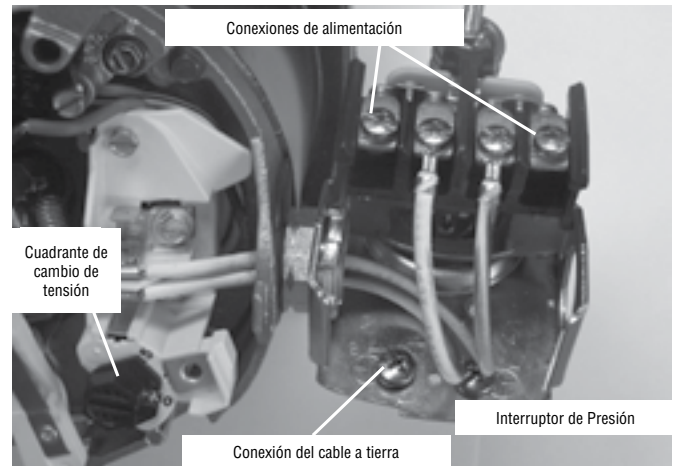

Figura 7: Tensión configurada para 230 V, tipo cuadrante.
3. Conecte los conductores de alimentación a los dos tornillos exteriores en el manóstato según se ilustra en el Figura 7.
4. Conecte el cable a tierra a una de las conexiones a tierra según se ilustra en la Figura 7.